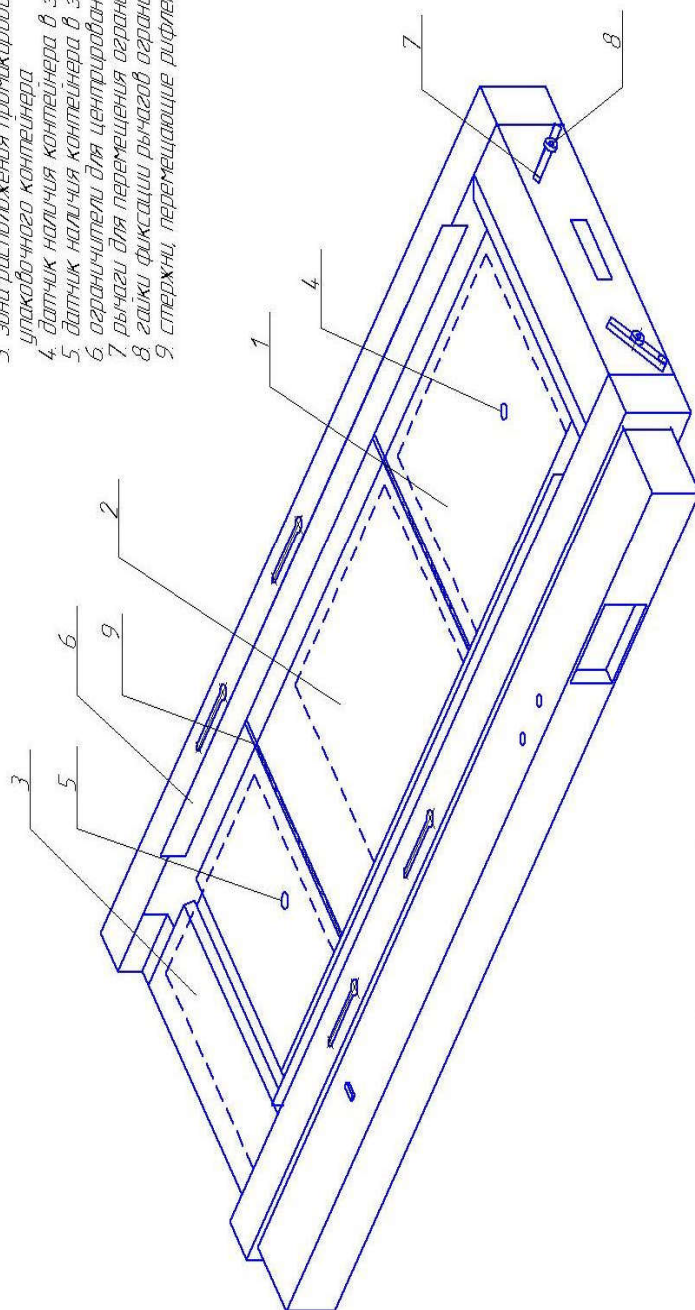

Рис. 1.5.9 Блок перемещения «Челнок-Т»
3) БП Челнок Т (рис.1.5.9) содержит электропривод с электронным устройством управления, которое обеспечивает два режима работы: